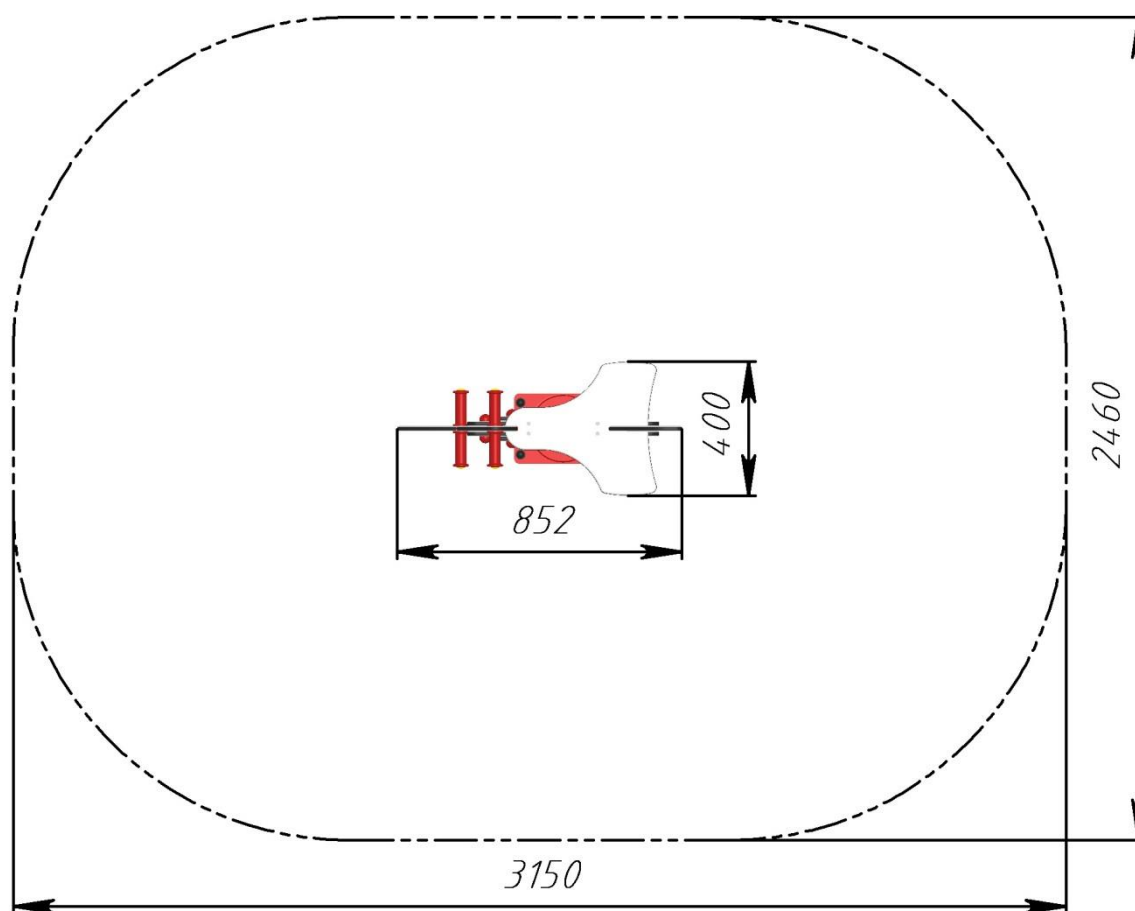

Рис.2 Зона приземления качалки на пружине РТР 029-04
3.5. Монтаж качалки проводится на ровном месте в соответствии с планировкой размещения всего оборудования площадки. При монтаже необходимо обеспечить безопасную зону приземления вокруг качалки в соответствии с рис. 2.